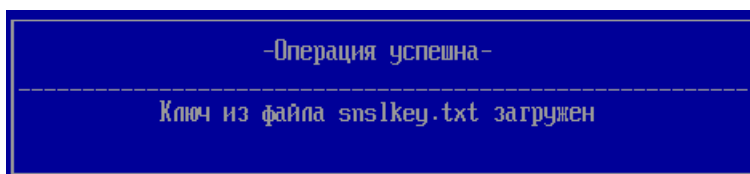

Рисунок 5.4 – Успешная загрузка ключа лицензии
5.4 В случае успешной загрузки ключа лицензии из файла на экране ЭВМ появится сообщение об успешности операции (рисунок 5.4), в случае ошибки – окна рисунков 5.5 и 5.6.